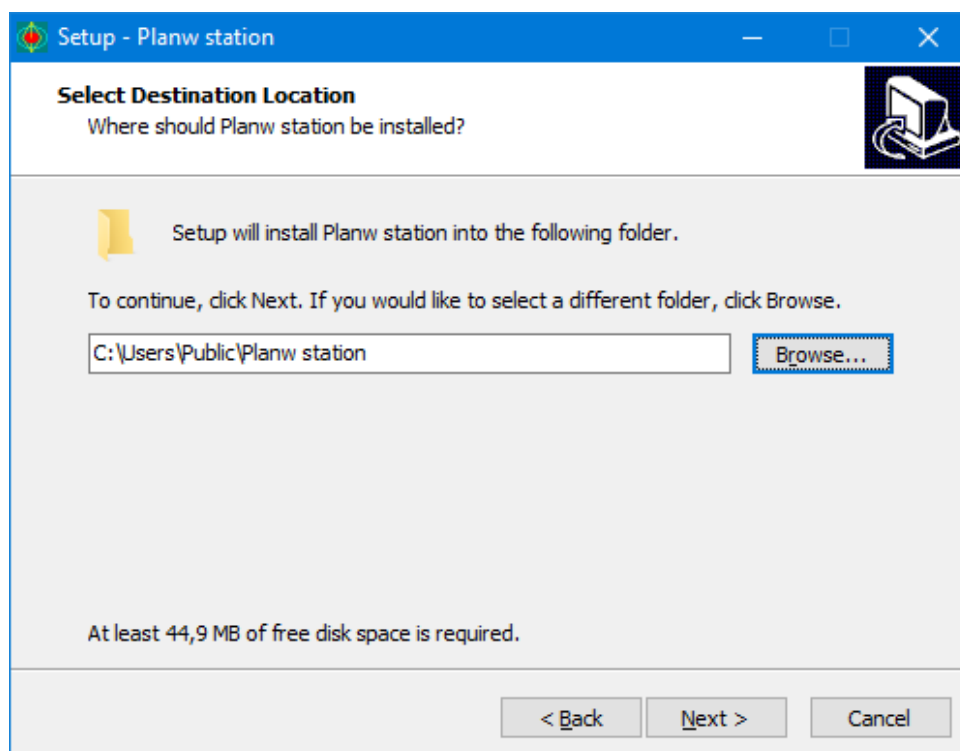

Рис. 13
6. В окне на Рис. 13 кликните на **Next**.